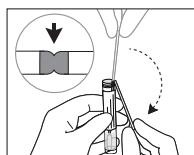

Fig. 2a
4. Incliner la tige de l'écouillon à un angle de 180° afin de la rompre au niveau du point de rupture en maintenant le tube loin du visage. Si nécessaire, faites tourner délicatement la tige de l'écouillon pour la rompre totalement (Fig. 2a et 2b). Si l'écouillon utilisé n'a pas de point de rupture, couper la partie excédentaire de la tige.